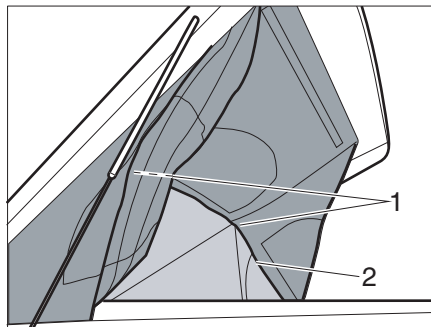

Bild 22 Panoramafunktion
- Den Reißverschluss (Bild 22,2) rundum am Aufstelldach öffnen.
- Seitenwände und Frontwand mit Klettverschluss (Bild 22,1) am Aufstelldach oben fixieren.